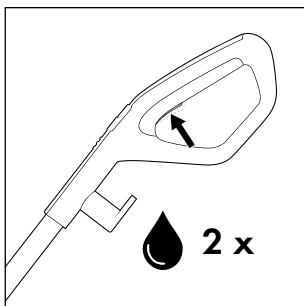
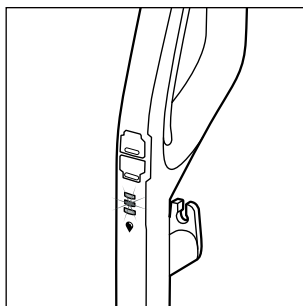

Abb. 14
Abb. 15
- ♦ Drücken Sie vor jedem Gebrauch zweimal kurz den Schalter Reinigungslösung  **15**, um die Dauersprühfunktion zu aktivieren und die Bürstenrolle  **6** mit Reinigungslösung betriebsbereit zu machen (siehe Abb. 14). Die Anzeige Reinigungslösung  **12** blinkt abwechselnd blau auf, wenn die Dauersprühfunktion aktiviert ist oder der Schalter Reinigungslösung  **15** gedrückt gehalten wird (s. Abb. 15).